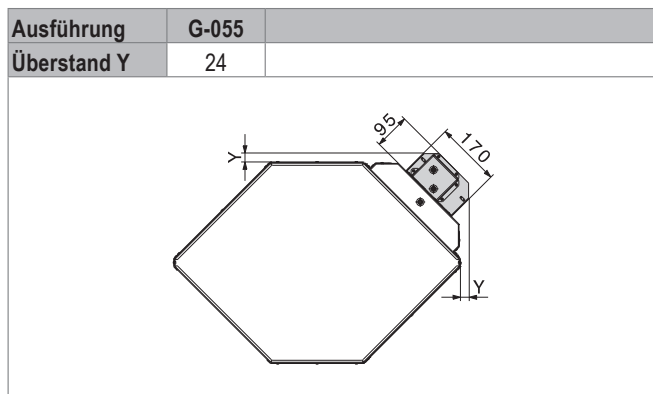
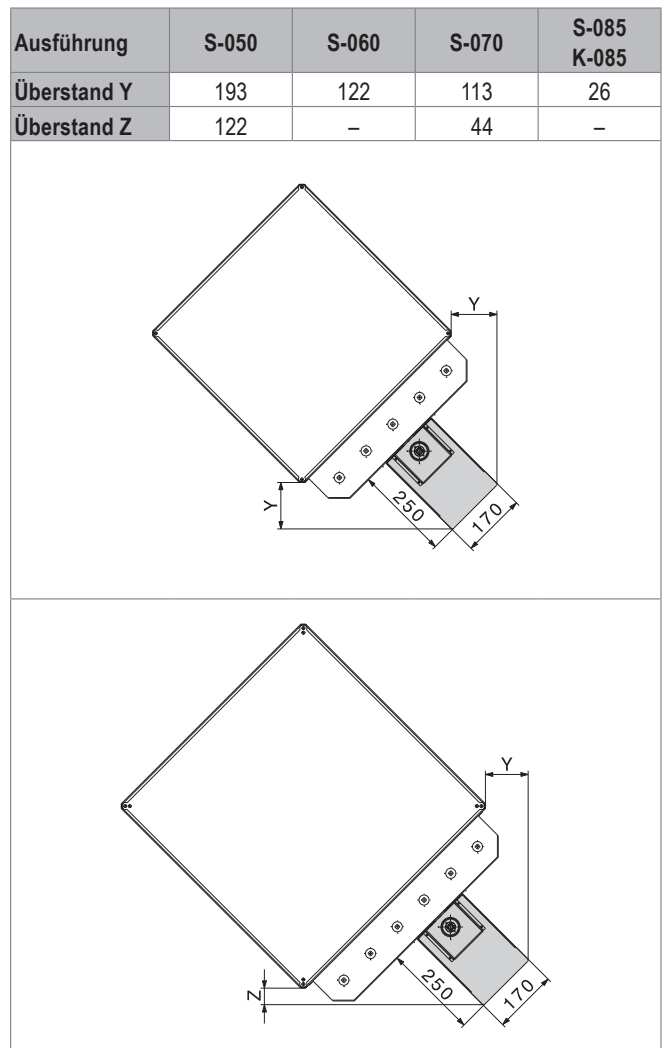

Bild F6: Massblatt Adapter für Gotthard G-055 (in mm)
Bild F9: Massblatt Adapter für Krivan / Ausführung S (in mm)
- Bei einigen Ausführungen steht der Adapter über die Aussenkanten des Tauschers hinaus (Abmessungen siehe Bild F6 bis Bild F9).